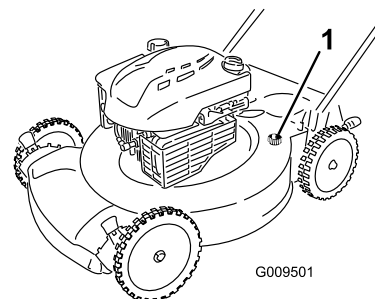

Рисунок 31
4. Присоедините садовый шланг, подключенный к источнику воды, к отверстию для промывки в корпусе газонокосилки (Рисунок 31).